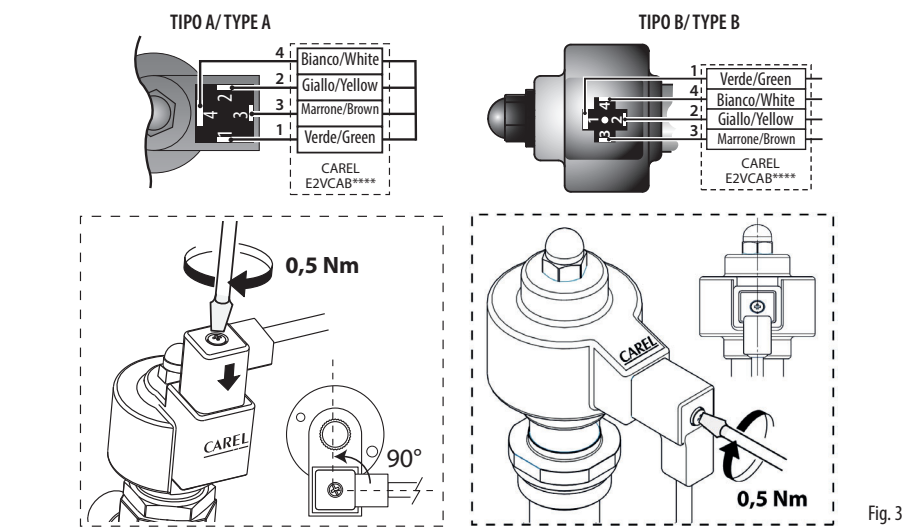

Fig. 3
7. collegare il connettore già cablato al motore passo passo nel relativo alloggiamento e serrare la vite con coppia di serraggio 0,5 Nm seguendo le indicazioni in Fig.3. Collegare a questo punto l'estremità quadripolare del cavo nei relativi morsetti del Driver CAREL EVD*** o relativo controllo omologato CAREL ed impostare i parametri secondo il set riportato nella tabella sottostante.
7. Connect the pre-wired connector to the socket on the stepper motor and tighten the screw, applying a force of around 0.5 Nm, following the instructions shown in Fig. 3. Then connect the four-pin end of the cable to the corresponding terminals on the CAREL EVD*** driver or other approved CAREL controller, and set the parameters according to the values shown in the table below.